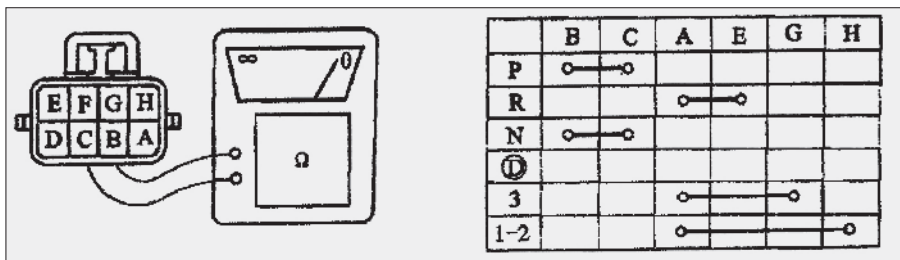

图9 检查空挡启动开关
①检查一般控制开关, 将控制开关接头的两终端分别与欧姆表的两只表笔相连(单终端开关用其壳体代替另一终端)。常开开关相当于断路, 测出的电阻值应该很高。常闭开关的电阻值接近零。合上开关后再测一次, 电阻值应与上次的测量结果相反。控制开关也可采用电压表进行就车检查。将电压表负极表笔接地(或开关壳体), 三表笔与开关B+端相连, 测出参考电压。然后再将正极表笔与开关的另一终端相连, 反复合上和打开开关, 每次打开开关时, 电压应从零增至参考电压值。
②检查空挡启动开关, 其接头有多个终端, 每个自动变速器都有其空挡启动开关各终端间电阻值的参照表(见图9), 表中用横线相连的两个终端间的电阻值很小。检查时用欧姆表表笔与表中给出的终端相连, 依次改变换挡操纵手柄的位置, 只有在与表中给定手柄位置一致时, 被测终端间才有较小的电阻值, 而在其他位置时电阻值均较高。